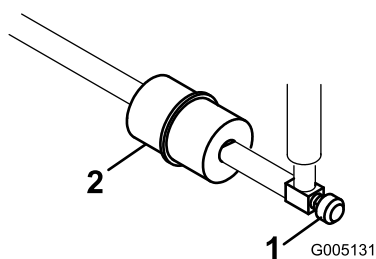

図 47
燃料フィルタはインライン・タイプで、燃料タンクとキャブレタの間にあります（図 47）。フィルタに付いている矢印をエンジンの方に向けて取り付けてください。
1. 燃料バルブを閉じ、フィルタのキャブレタ側についているホース・クランプをゆるめ、燃料ラインからフィルタを外す（図 47）。
2. フィルタの下に容器を置き、もう一方のクランプも外してフィルタを取り出す（図 47）。